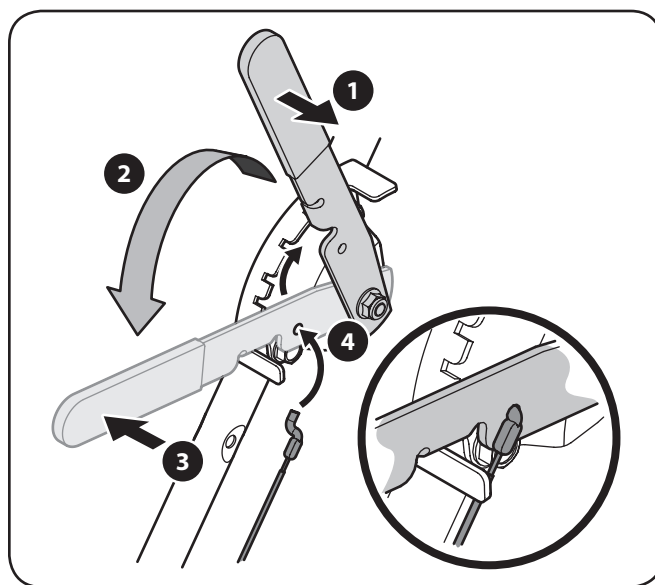

Figura 3-4
4. Enganche el extremo Z del cable de control de la profundidad en el agujero en la palanca de control de profundidad, como se muestra en la Figura 3-4.